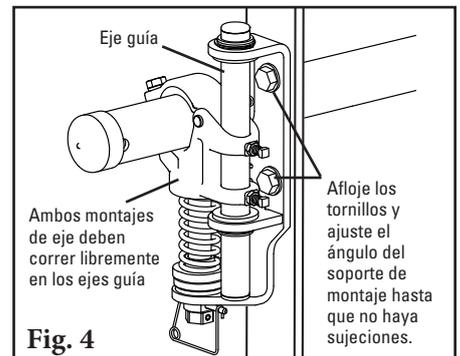

Fig. 4
5. Establezca la manga de la barra de ajuste. Después de establecer la tensión de la hoja, atornille la manga de la barra de ajuste en el buje UHMW hasta que se muestre 38 mm (1-1/2") (Fig. 4). Apriete la contratuerca de tensión de la manga de la barra de ajuste.
4. **Asegúrese de que el tensor se mueva libremente.** Jale hacia arriba y empuje hacia abajo cada extremo del eje para asegurarse de que el montaje del eje se mueva libremente en el eje guía. Si hay señales de roce, afloje los tornillos de la base de montaje y gire hasta que el tensor se mueva libremente (Fig. 4). Vuelva a apretar los tornillos.
- 4. Establezca la manga de la barra de ajuste.** Después de establecer la tensión de la hoja, atornille la manga de la barra de ajuste en el buje UHMW hasta que se muestre 38 mm (1-1/2") (Fig. 4). Apriete la contratuerca de tensión de la manga de la barra de ajuste.